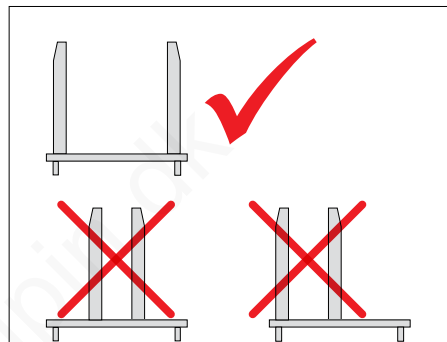

Fig. 61
- ▶ Indstil gaffelgrenene således, at der er størst muligt plads mellem dem (Fig. 61).